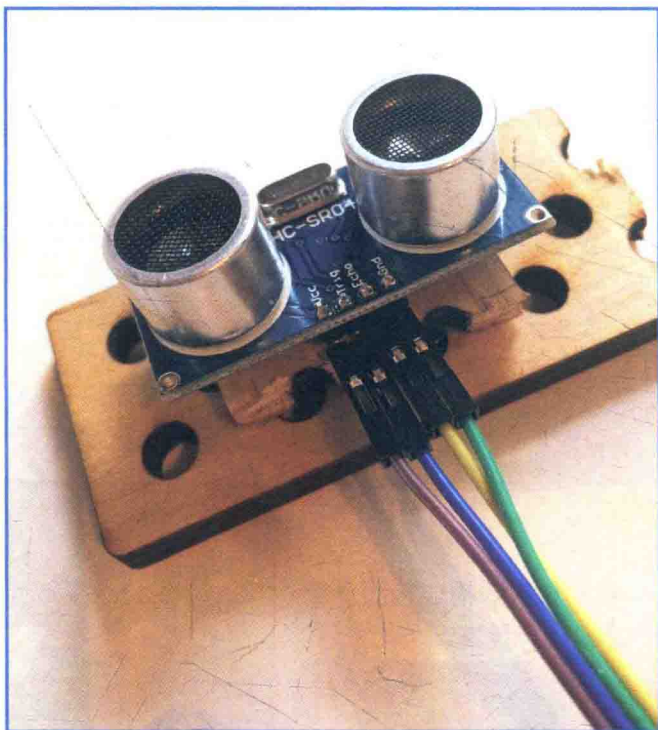

图 13.24 组装超声波传感器支架
- 15.** 组装超声波传感器支架。这个先进的系统（见图 13.24）包括一片木材以及用双面胶带固定在上面的传感器。完成组装之后，用电线连接传感器的 4 根引脚。木片的大小为 1.5 英寸（3.81 厘米）×3 英寸（7.62 厘米），可以容纳在凹槽中。